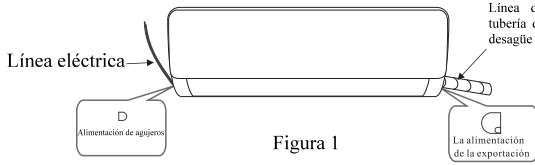
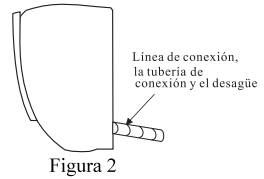

Figura 1
Figura 2
- De acuerdo con la posición relativa del cuerpo de la máquina, pueden elegir que la línea de tubería sale desde izquierda hasta derecha (figura 1) o sale verticalmente detrás del cuerpo de la máquina(figura 2)(la forma concreta de la tubería de salida necesita determinarse de acuerdo con la longitud de tubería de la máquina). La tubería de salida desde izquierda hasta derecha se necesita cotar la alimentación de la exportación correspondiente